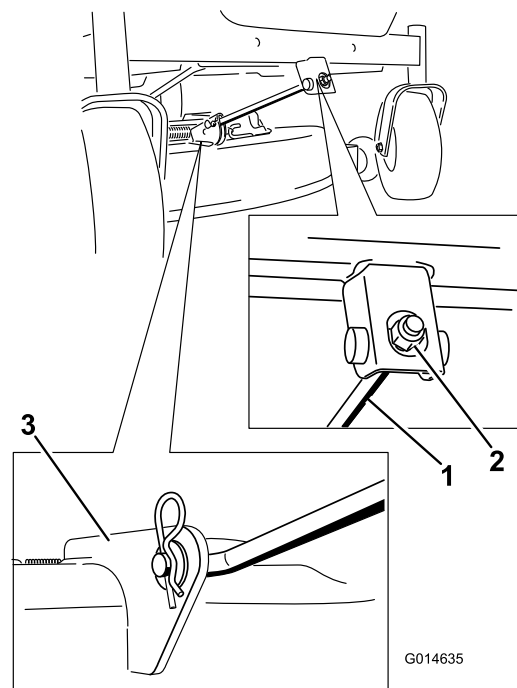

Figura 66
5. Remova o contrapino do gancho da barra de suporte da frente e remova a barra do suporte da plataforma (Figura 66).
6. Coloque a barra de suporte da frente na plataforma do cortador com o pino de segurança e contrapino do gancho (Figura 66).